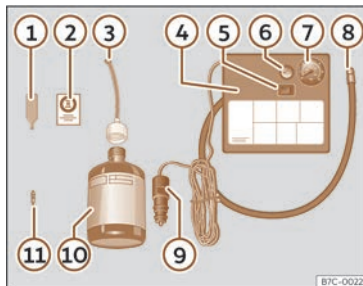

Fig. 252 Representación estándar: contenido del kit antipinchazos.
El kit antipinchazos se encuentra en el compartimento del maletero bajo el revestimiento del suelo. Incluye los siguientes componentes >>> fig. 252:
- Desenrosque la caperuza y el obús de la válvula del neumático. Utilice el aparato >>> **fig. 252 ①** para extraer el obús. Colóquelo en una superficie limpia.
- Agite con fuerza la botella de sellante de neumáticos >>> **fig. 252 ⑩**.
- Enrosque el tubo de inflado >>> **fig. 252 ③** en la botella de sellante. El precinto de la botella se romperá automáticamente.
- Retire el tapón del tubo de llenado >>> **fig. 252 ③** y enrosque el extremo abierto del tubo en la válvula del neumático.
- Vuelva a colocar el obús con el aparato >>> **fig. 252 ①** en la válvula del neumático.
- Enrosque el tubo de inflado del neumático del compresor >>> **fig. 252 ⑧** en la válvula del neumático.
- Compruebe que el tornillo de evacuación de aire está cerrado >>> **fig. 252 ⑥**.
- Acople el conector >>> **fig. 252 ⑨** a toma de corriente de 12 voltios del vehículo >>> **pág. 269**.
- Conecte el compresor de aire con conmutador ON/OFF >>> **fig. 252 ⑤**.
- Pegue el adhesivo >>> **fig. 252 ②** en el cuadro de instrumentos, dentro del campo visual del conductor.
>>> **fig. 252** **⑧** y compruebe la presión en el manómetro **⑦**.